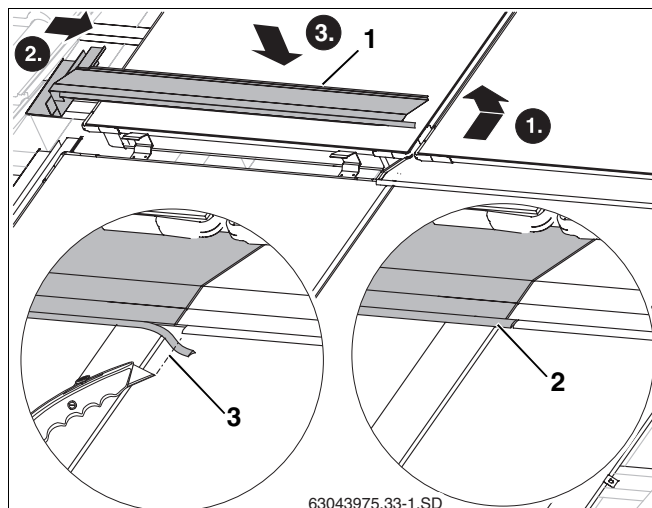

Fig. 53 Colocar a chapa de cobertura central esquerda
- ▶ Colocar a dobra da chapa de cobertura esquerda (fig. 53, **item 1**), conforme no caso da chapa de cobertura direita, na pega da moldura do colector.
- ▶ Encurtar o ressalto de borracha (fig. 53, **item 3**), até que encoste no ressalto de borracha da chapa de cobertura direita.
- ▶ Encaixar o ressalto de borracha da chapa de cobertura esquerda sobre a junta da chapa de cobertura direita (fig. 53, **item 2**).